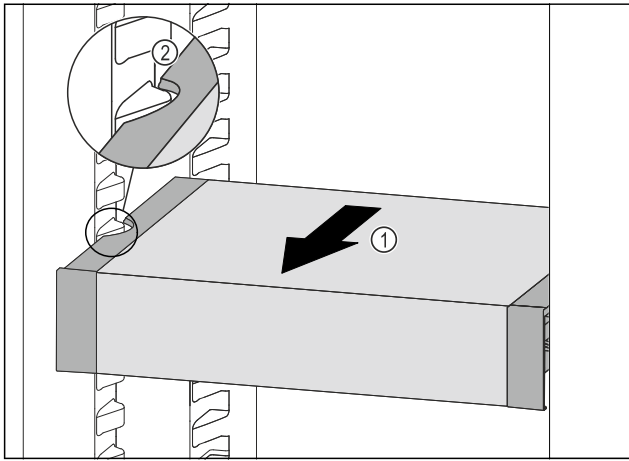

Fig. 103
- ▶ Tirare VarioSafe in avanti Fig. 103 (1) fino a quando le cavità laterali di VarioSafe non si trovano al livello della nervatura del contenitore nel vano frigorifero. Fig. 103 (2)